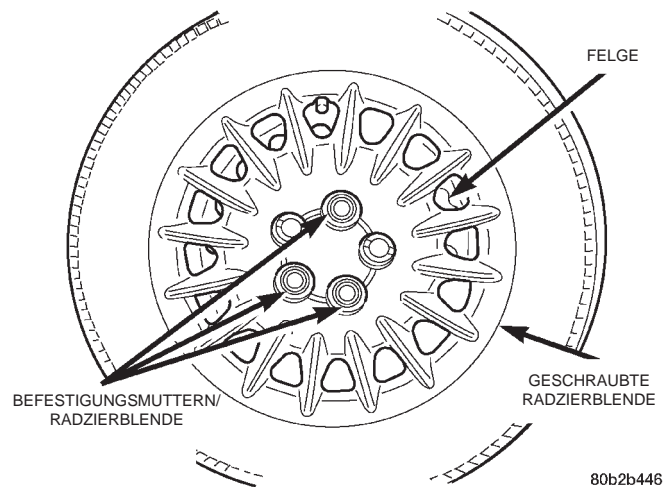

Abb. 16 Befestigungsmuttern der Radzierblende
(1) Die drei Radmuttern lösen, mit denen die Radzierblende an der Felge befestigt ist (Abb. 16).
(3) Die Radzierblende in der Mitte auf die Felge drücken, bis die Haltezungen in die Radmutter einrasten. Die Radzierblende wird dadurch auf der Felge gehalten.
(4) Die drei verbleibenden Radmutter ansetzen und festziehen (Abb. 16).